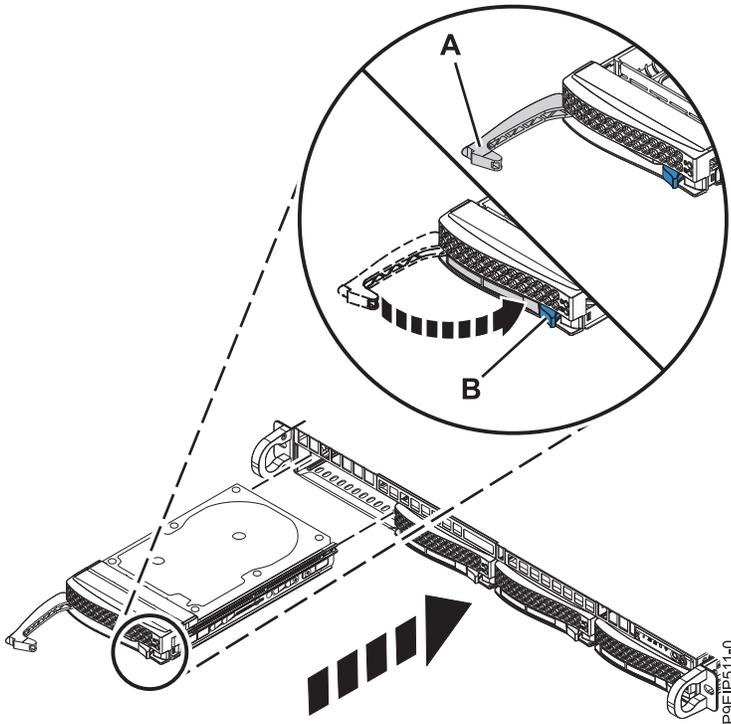

Figura 11. Detalhe da trava da unidade de disco
7. Trave a alça do compartimento de unidade (A) empurrando a liberação da alça conforme mostrado na Figura 11 na página 14.